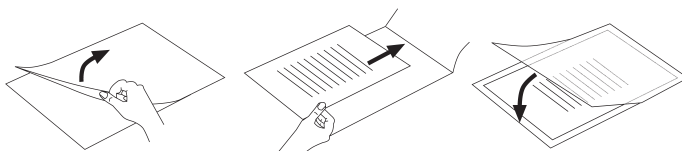

Fig. 2
- Veillez à utiliser un seul film pour la plastification. Ouvrez tout d'abord ce dernier, comme indiqué sur la fig. 2.
- Veillez à utiliser un seul film pour la plastification. Ouvrez tout d'abord ce dernier, comme indiqué sur la fig. 2 (cf. p. 22).